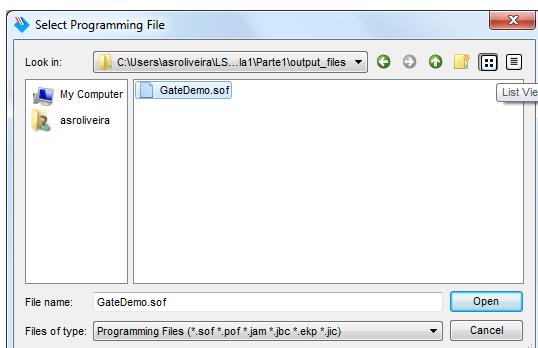

Figura 27 – Seleção do ficheiro de programação da FPGA (ficheiro “GateDemo.sof” no sub-diretório “output\_files” do projeto).
**19.** Premindo o botão “Add File”, abra o ficheiro de programação da FPGA com a configuração relativa ao circuito construído. O ficheiro deverá possuir o nome “GateDemo.sof” e encontrar-se no sub-diretório “output\_files” do projeto (Figura 27).